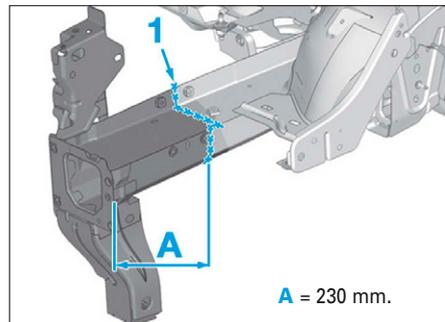

FIG. 3
- Tracer puis découper en (1) le longeron avant (Fig.3).